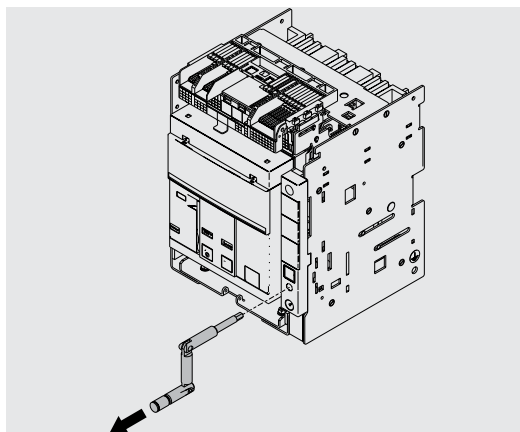

Figura 61
8. Extraer la manivela. Véase Figura 61.